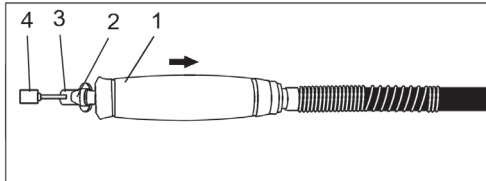

Рис. 6
3. Отведите ручку - фиксатор 1 (Рис. 6) в заднее положение для фиксации вала, ключом 3 (рис.6) ослабьте крепление цанги 2 (Рис. 6), вставьте оснастку
- 4, подходящую по диаметру в крепление 2 (Рис. 6), затяните ключом в обратной последовательности.